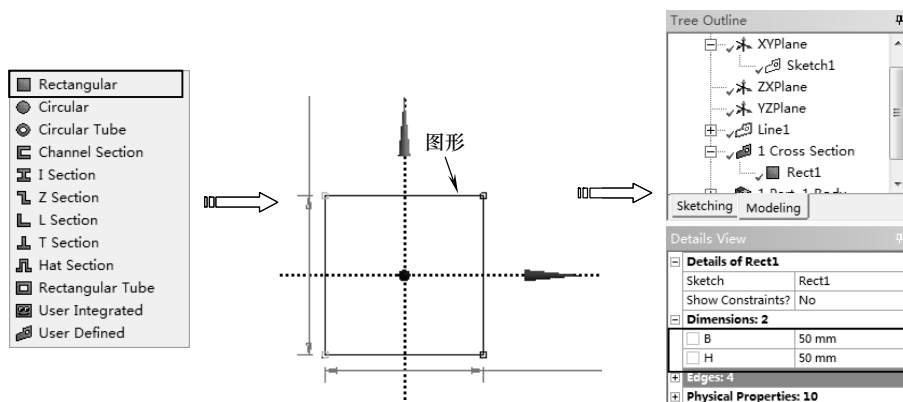

图 5-95 截面类型和尺寸
5) 在【Concept】|【Cross Section】下选择所需的截面类型，特征树上出现【Cross Section】选项，同时图形区出现截面草图，可在详细设置窗口中设置截面参数 $B=H=50$ ，如图 5-95 所示。